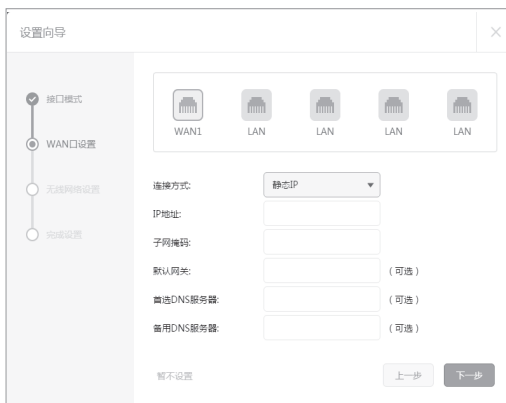

图4-4 WAN口设置-静态IP
- 3) 如果连接方式为“静态IP”, 即拥有网络服务商提供的固定IP地址, 则需要填写IP地址、子网掩码、网关地址和DNS服务器等内容, 如图4-4所示。